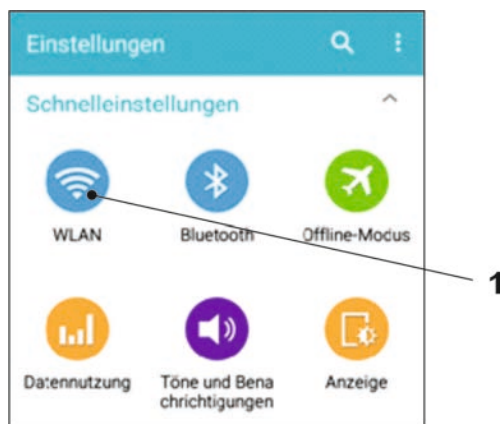

Abb. 31-3 Symbol für WLAN
3. WLAN (Abb. 31-3 Pos. 1) anwählen.